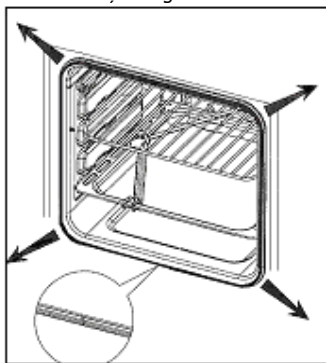

Figura 13
2. Îndepărtați garnitura veche. Aceasta este fixată cu cârlige în cele patru colțuri ale deschiderii cavitații (Figura 13).